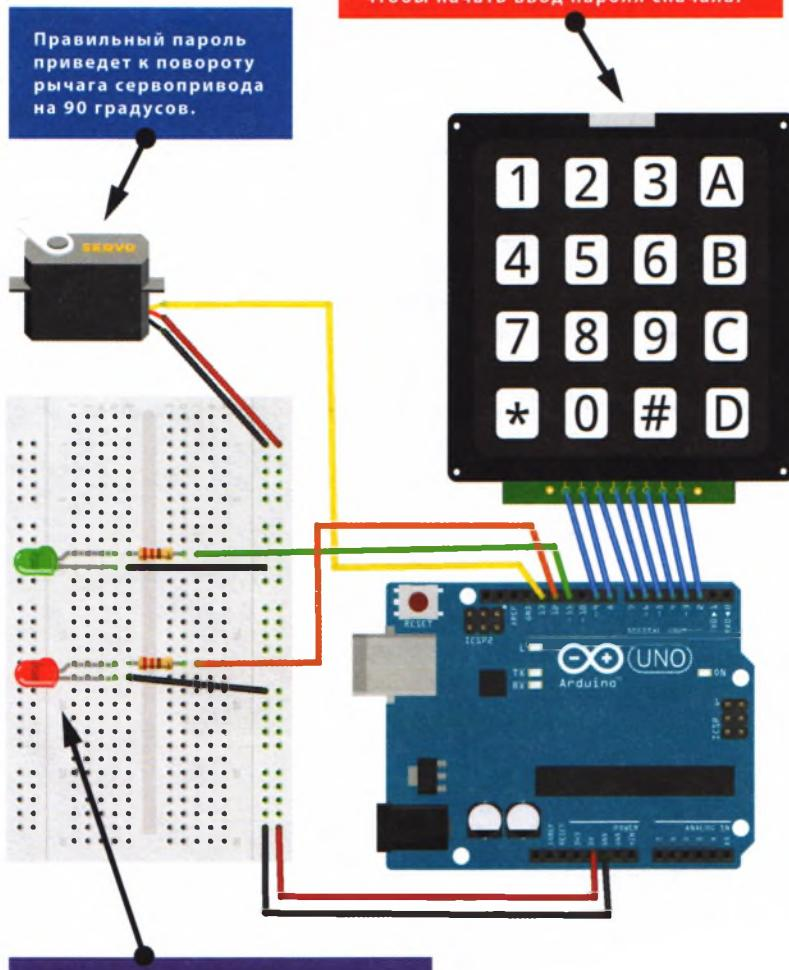

РИСУНОК 22.4
4. Убедитесь, что ваша цепь соответствует схеме, показанной на рис. 22.4, и загрузите в память Arduino код скетча, приведенный в разделе «Скетч» далее в этом проекте.